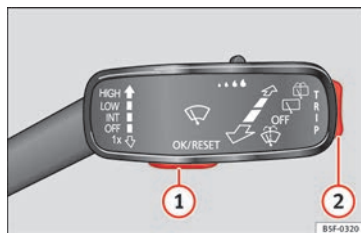
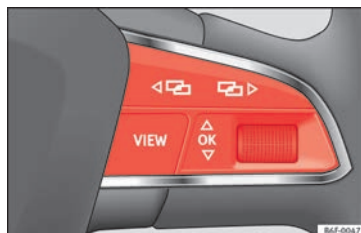

Fig. 43 Leva dell'impianto tergicristalli tasti di controllo.
Fig. 44 Lato destro del volante multifunzione: tasti di controllo.
Il sistema di informazioni per il conducente si gestisce con i tasti del volante multifunzione » fig. 44 o con la leva del tergicristalli » fig. 43 (se il veicolo non è dotato di volante multifunzione).
- Nel caso in cui venga visualizzato un messaggio o il pittogramma del veicolo, premere il tasto » **fig. 43 ①** della leva del tergicristalli o il tasto **OK** del volante multifunzione » **fig. 44**.
- *Se si usa la leva dell'impianto tergicristalli:* per visualizzare il menu principale o per tornare al menu principale da un altro menu, mantenere premuto il tasto doppio » **fig. 43 ②**.
- *Se si usa il volante multifunzione:* non comparire l'elenco del menu principale. Per scorrere ogni punto del menu principale, premere il tasto **◀▶** o **◀▶** diverse volte » **fig. 44**.
- Premere il tasto doppio » **fig. 43 ②** della leva del tergicristalli verso l'alto o verso il basso o ruotare la manopola del volante multifunzione » **fig. 44** fino a che non viene evidenziata l'opzione del menu desiderata.
- Per consultare l'opzione del sottomenu, premere il tasto » **fig. 43 ①** della leva del tergicristalli o il tasto **OK** del volante multifunzione » **fig. 44**.
- Evidenziare o confermare la scelta con il tasto » **fig. 43 ①** della leva del tergicristalli o con il tasto **OK** del volante multifunzione » **fig. 44**.
- *Nei veicoli senza volante multifunzione:* premere il tasto doppio  della leva dell'impianto tergicristalli » **fig. 43.**
- *Nei veicoli con volante multifunzione:* girare la manopola » **fig. 44.**